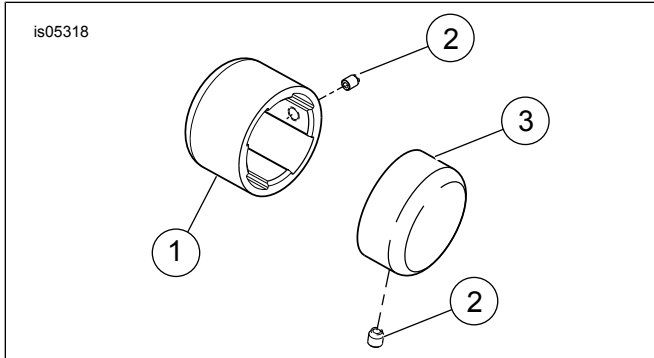
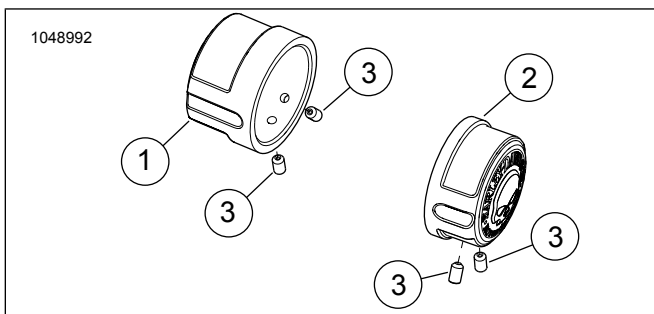
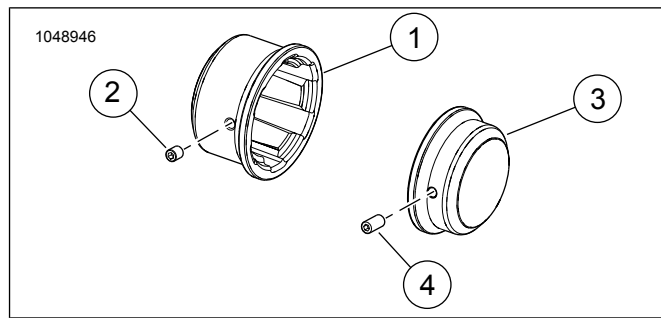

Abbildung 1. Ersatzteile: Hinterachsmutterkappensatz
Abbildung 2. Ersatzteile: Skull-Hinterachsmutterkappensatz
Abbildung 3. Ersatzteile: Messing-Hinterachsmutterkappensatz
Siehe Abbildung 1 und Tabelle 1, Abbildung 2 und Tabelle 2, Abbildung 3 und Tabelle 3, Abbildung 4 und Tabelle 4, Abbildung 5 und Tabelle 5, Abbildung 6 und Tabelle 6
- **Skull-Version** Mutterabdeckungen haben pro Abdeckung zwei Feststellschrauben. Logo positionieren und mit einer Feststellschraube fixieren; mit der anderen Schraube gegen Verdrehen sichern. Siehe Abbildung 2 >.
- **Messing-** Mutterkappen brauchen kurze Feststellschrauben auf größere Achsmutterkappen. Verwenden Sie längere Feststellschrauben auf kürzeren Achsmutterkappen. Siehe Abbildung 3 >.